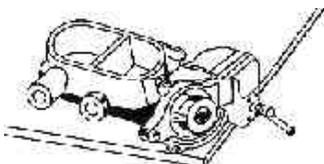

fig. 1
1. Sujeta el cilindro maestro por la placa de montaje en un tornillo de banco. (fig. 1)